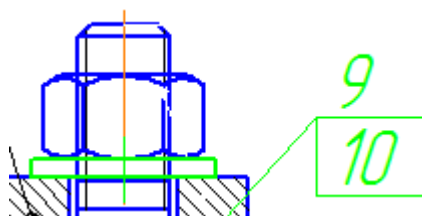

Рисунок26 – Выделение Шайбы и номера позиции
10. Для добавления позиции на стандартное изделие, так, чтобы позиции были на одной выносной линии (для шпилечного и болтового соединений), выделите, например, Шайбу болтового соединения и номер позиции, который уже проставлен на Болт и Гайку (Рисунок26).